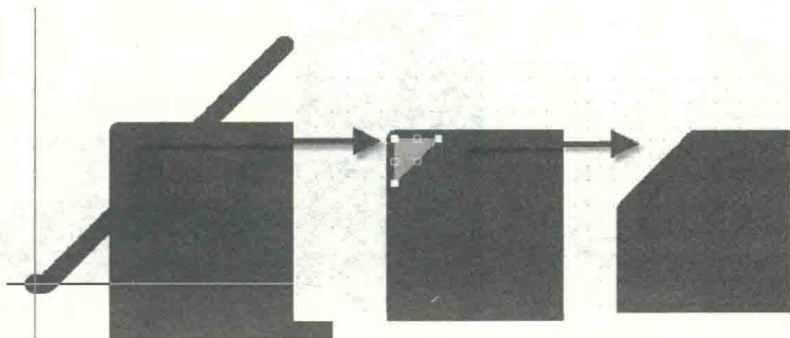

图 9-104 敷铜钝角的修整
(2) 敷铜的分离操作(即钝角的修整): 执行菜单命令“Place-Slice Polygon Pour”(快捷键“PY”), 激活分离命令, 在敷铜的直角处横跨绘制一条分割线, 绘制之后, 敷铜会分离成两块铜皮, 删掉尖角那一块, 即可以完成当前敷铜钝角的修整, 如图 9-104 所示。